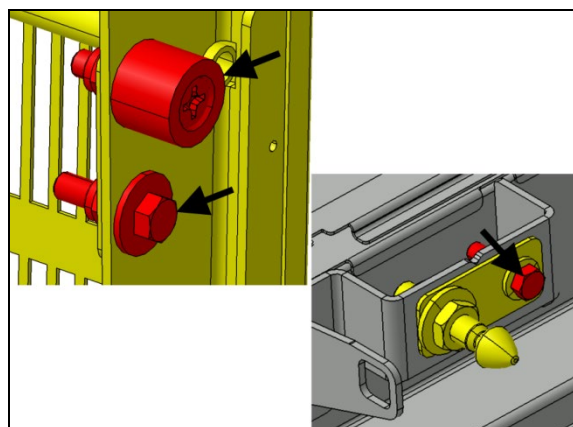

FIGURE 125:
13. Ouvrir la porte et procéder au serrage final des éléments identifiés par les flèches (Figure 125:).